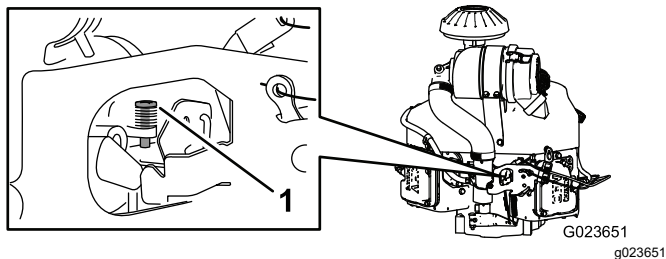

Bild 66
4. Stellen Sie die Anschlagsschraube am Vergaser (Bild 66) so ein, dass